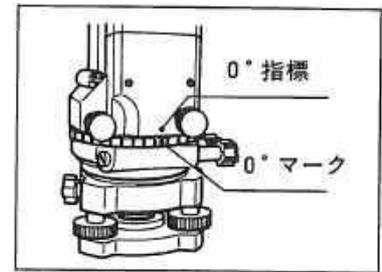

図18
- 2) 水平固定つまみ⑧、下部固定つまみ⑬をゆるめ、支柱を軽く手で押えます。マイクロメータ接眼レンズ⑫を覗きながら水平目盛盤回転リング⑮を回し、H窓の固定指標に $0^{\circ}$ の目盛線を入れます。水平目盛盤回転リングの $0^{\circ}$ マークを支柱下部にある $0^{\circ}$ 指標に合わせるとH窓に $0^{\circ}$ の目盛線が表われます。(図18)